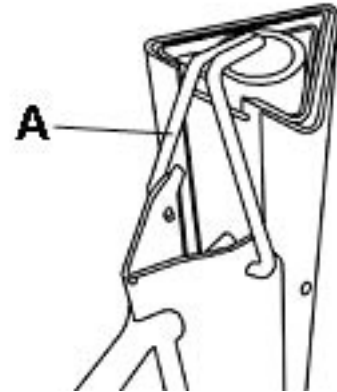

FIGURE 14
- 5) Pivotez le crochet de retenu (A) Fig.14 par dessus le haut des potaux télescopiques pour les empêcher de bouger pendant le transport ou l'entreposage.